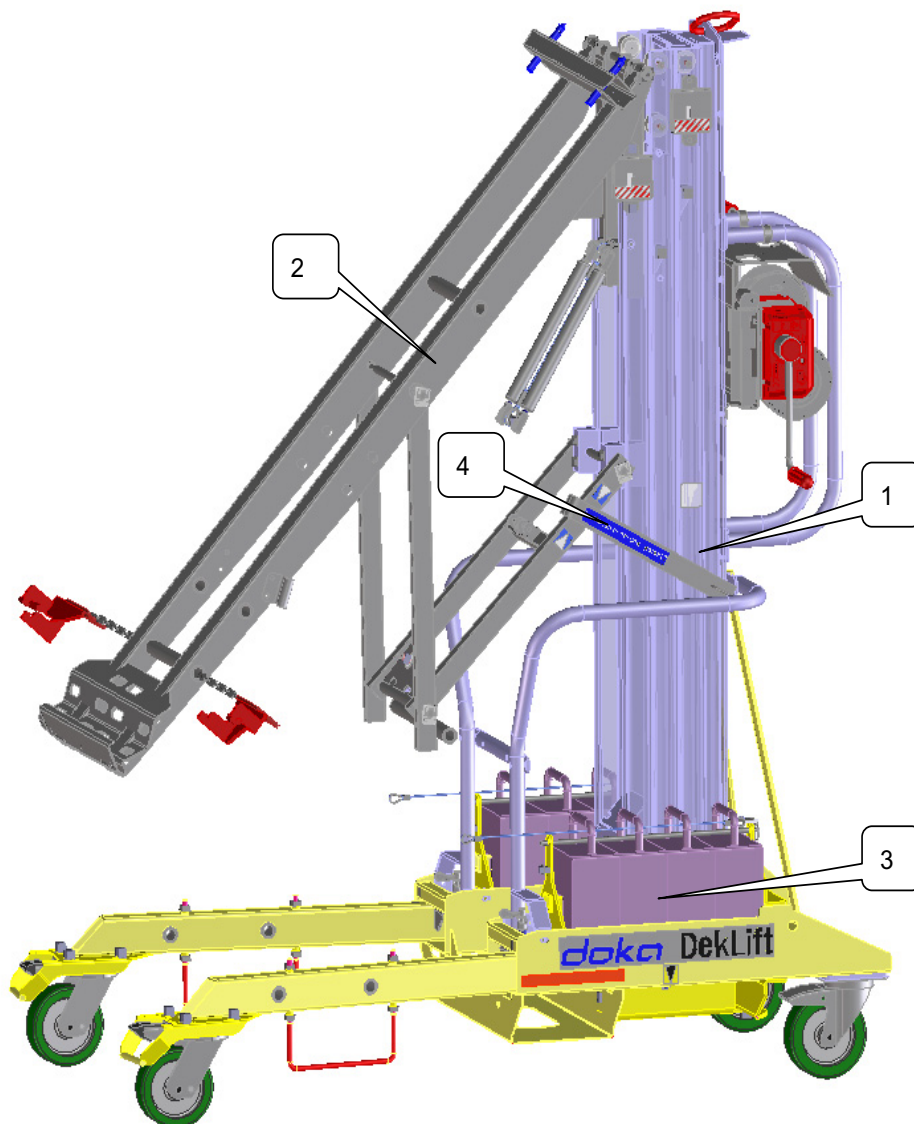

Abb. 35 Transportzustand
In der Transportstellung (siehe Abb. 35 Transportzustand) ist das Schienenpaket (1) eingefahren und das Lastaufnahmemittel (2) eingeklappt.